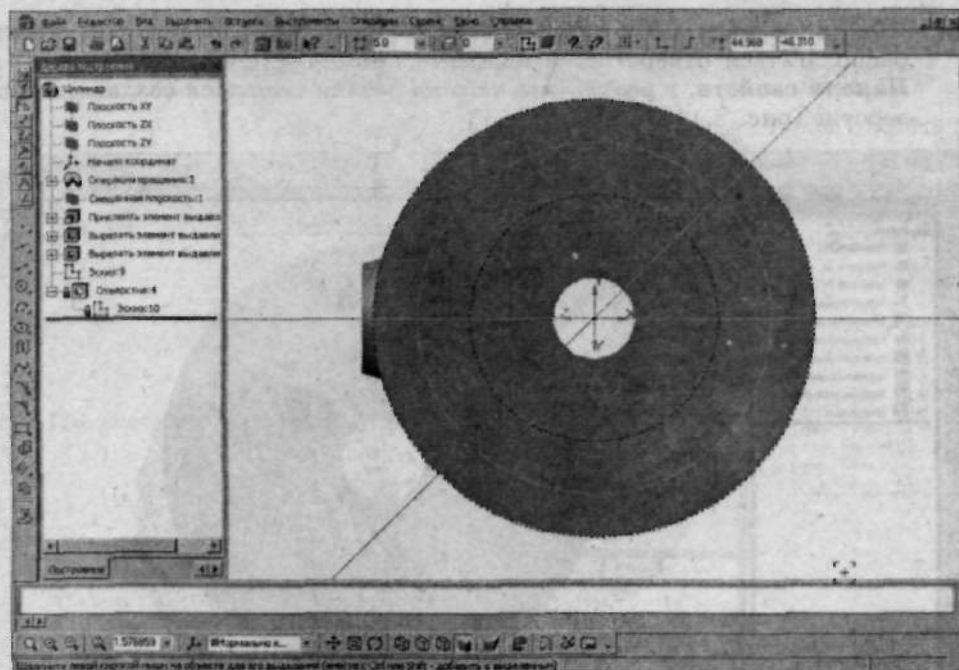

Рис. 2.114. Все готово для позиционирования отверстия
7. На панели инструментов **Геометрия** щелкните по кнопке **Окружность** и постройте окружность радиусом 32 мм, привязав ее к началу координат. Далее постройте еще одну вспомогательную прямую, для этого на панели **Геометрия** выберите одноименную кнопку. На **Панели свойств** в поле **Угол** введите 45 и привяжите вспомогательную прямую к началу координат. В результате проведенных операций рабочее поле будет выглядеть, как показано на рис. 2.114.